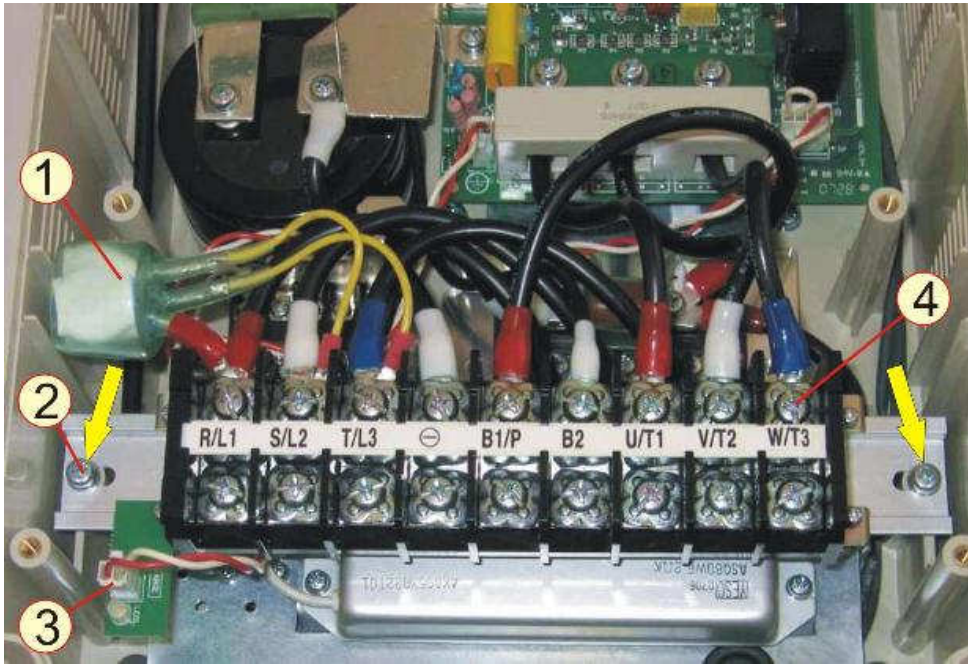

Рис.7.6
7.5.1 Взять клеммник ТМ1, установить его в корпус, вкрутить два винта 2 (рис.7.6).
7.5.4 Выполнить соединения с контактами клеммника ТМ1 в соответствии с таблицей 1 и рис.7.6.